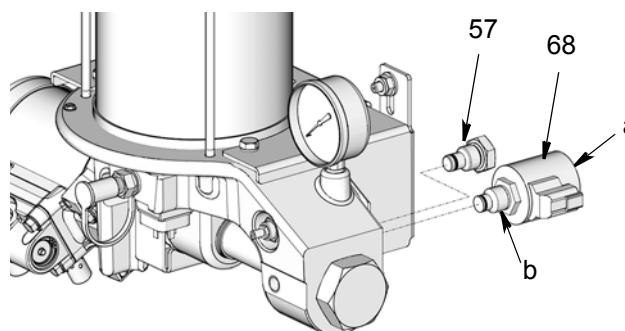

Рис. 5
3. Извлеките заглушку (57) из основания насоса (2) (Рис. 5).
4. Установите вставной клапан (68) в основание насоса (Рис. 5). Затяните гайку катушки (a) с усилием $5,42\text{--}6,78 \text{ Н}\cdot\text{м}$ (4–5 футофунтов). Затяните гайку вставного клапана (b) с усилием $21,69\text{--}27,12 \text{ Н}\cdot\text{м}$ (16–20 футофунтов).